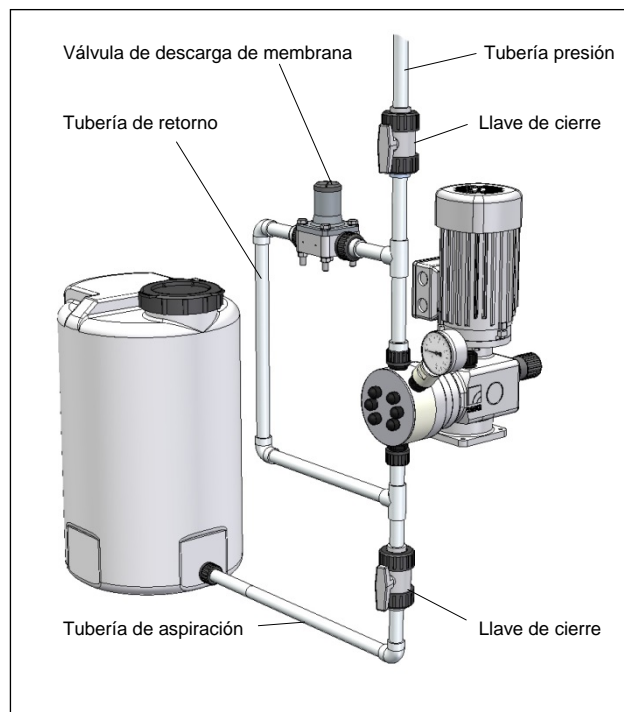

Fig. 21 Sistema con válvula de descarga (externa)
- o estar conectada directamente a la tubería de aspiración de la bomba, pero solo si no existe una válvula de retención en la tubería de aspiración (p. ej. válvula de pie de una lanza de aspiración) (ver fig. 21).